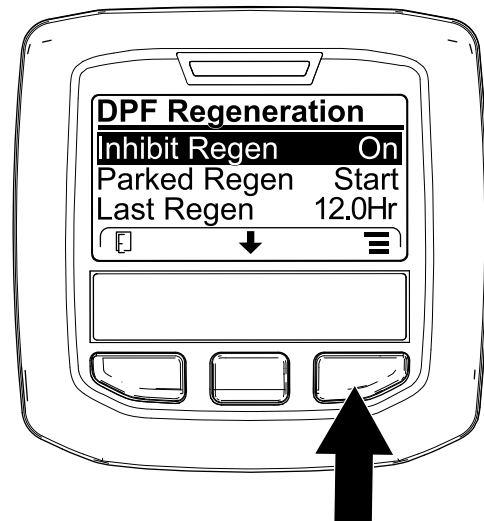

Figura 39
1. Acceda al menú DPF Regeneration (Regeneración de DPF), pulse el botón central para desplazarse hacia abajo, hasta la opción INHIBIT REGEN (Inhibir regeneración) y pulse el botón derecho para seleccionar la opción Inhibit Regen (Figura 39).
2. Pulse el botón derecho para cambiar el ajuste de inhibición de regeneración de Activado a Desactivado (Figura 39) o viceversa (Figura 40).